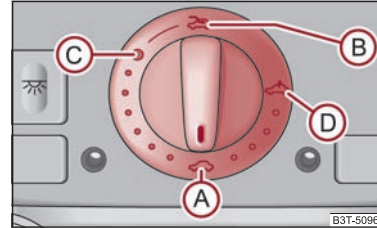

Fig. 41 Comutator rotativ pentru trapa rabatabilă/ glisantă acționată electric
Trapa rabatabilă/ glisantă se poate deschide și închide când contactul este pus, de la comutatorul rotativ ⇒ fig. 41. Comutatorul rotativ are mai multe poziții.
- Rotiți comutatorul în poziția **(C)** ⇒ pagina 55, fig. 41.
- Rotiți comutatorul în poziția **(A)** ⇒ pagina 55, fig. 41.
citare apăsând comutatorul în poziția **(A)** ⇒ pagina 55, fig. 41 în față, până când trapa rabatabilă/ glisantă se închide complet ⇒ .
După fiecare acționare de urgență trapa trebuie adusă în poziția de bază. De aceea trebuie să rotiți comutatorul în poziția (A) ⇒ pagina 55, fig. 41 și să îl apăsați circa 10 secunde. ■